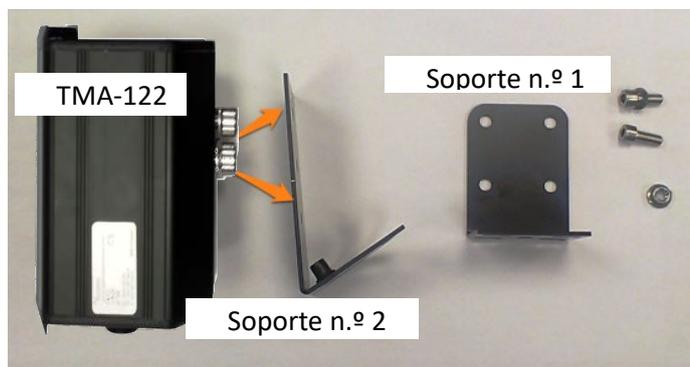

Figura 7: elementos del soporte
3. Fije el radar en el soporte 2 (consulte Figura 7).